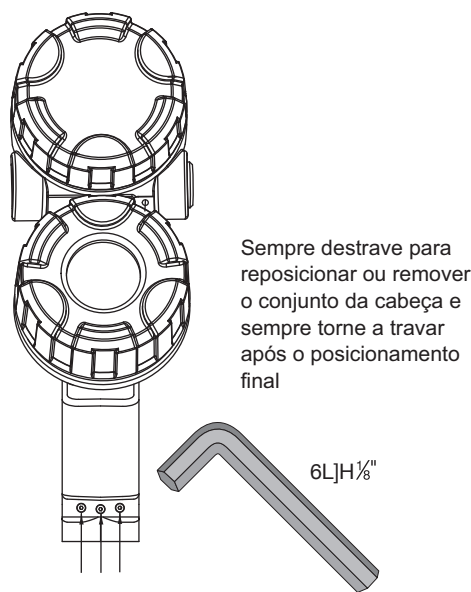

Figura 7
4. Solte os parafusos de travamento da cabeça do transmissor (tipo soquete) e posicione a conexão elétrica na direção desejada. Veja a Figura 7.
3. Solte os parafusos de travamento da cabeça do transmissor (tipo soquete) e posicione a conexão elétrica na direção desejada. Veja a Figura 7.